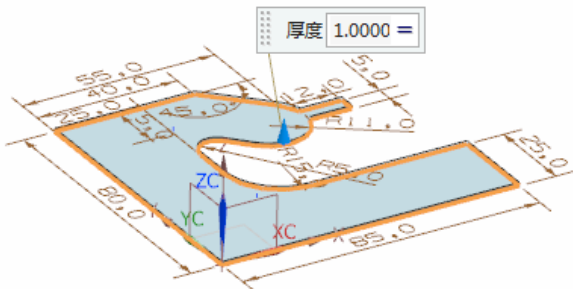

图 4-106 预览显示所创建的突出块特征
(4) 单击“完成”图标, 草图绘制完毕, 视图区预览显示如图 4-106 所示的钣金件。